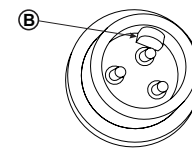

Figura 12. Conector macho
- c. En el conector macho correspondiente, localice el tabulador (B) como se muestra en la Figura 12.